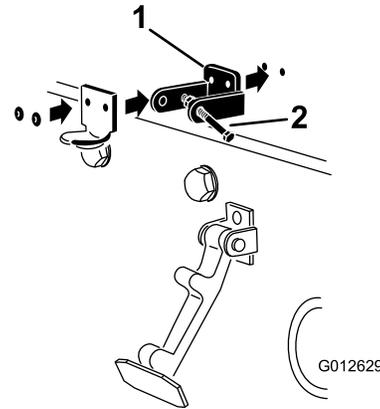

図 14
注 ロックブラケットをフード側にフードに当てて取り付けます 図 14。ロックブラケットアームについているボルトとナットは外さないでください。
5. ブラケットとワッシャをフードにリベットで固定する 図 14。